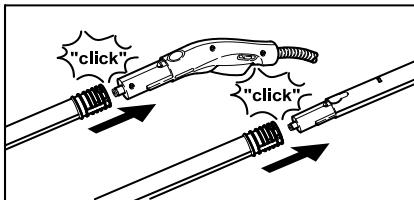

Abbildung 4
- Bei Bedarf die Verlängerungsrohre (D1) verwenden. Dazu ein bzw. beide Verlängerungsrohre auf die Dampfpistole (C1) montieren (siehe Abbildung 4). Benötigtes Zubehör (E1, F1) auf das freie Ende des Verlängerungsrohrs schieben.